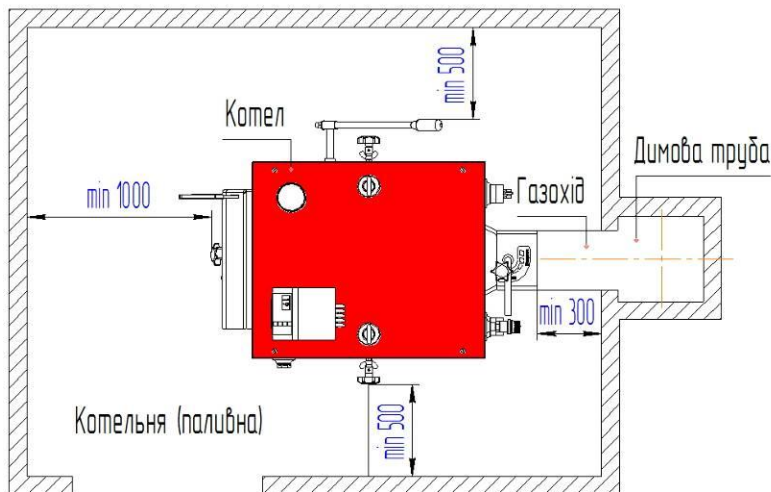

Рис.4 Схема встановлення котла в котельній (паливній)
- в котлах моделі «Ретра-5М» за допомогою регулятора тяги (див Рис.4);
6.3.2.2 Котел постачається в зібраному вигляді і не потребує спеціального фундаменту, однак необхідно встановити його на рівну горизонтальну поверхню з негорючих матеріалів. Під час встановлення котла необхідно забезпечити доступ до нього таким чином, щрб стіни котельної (паливної) не заважали завантаженню палива, чистці топки котла, а також доступу до вентилятора (див Рис.4).